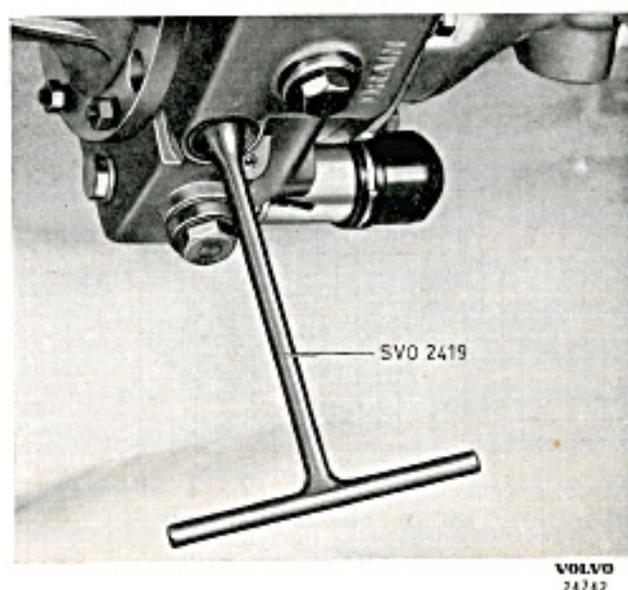
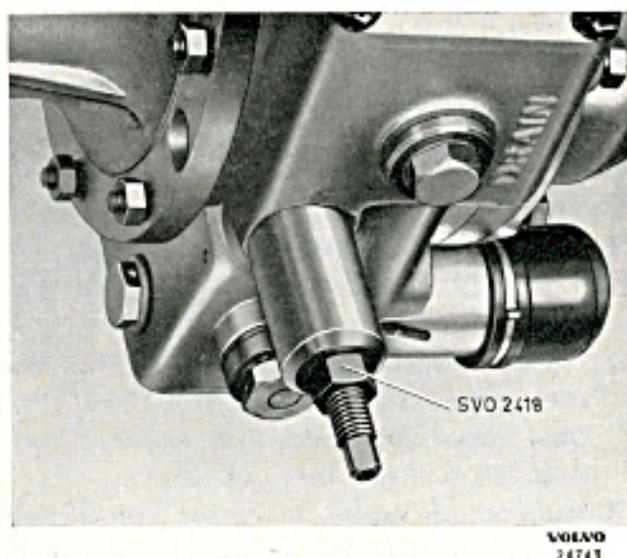

Bild 3-40. Demontering av ventilsäte, oljepump
Bild 3-41. Demontering av oljepump
2. Lossa proppen och tag ut fjäder (8) och kula (6). Lossa ventilsätet (7) med nyckel SVO 2419, se bild 3-40. Rengör och kontrollera delarna.
SVO 2418 på ventilsätets plats och drag ut pumpen, se bild 3-41.
8. Tag bort propparna och tag ut delarna för manöverventil, reduceringsventil och utloppsventilen för pumpen. Tag bort låsskruven och tag ut oljepumpen. Om pumpen sitter hårt fast, demonteras ventilsätet med nyckel SVO 2419, se bild 3-40. Därefter drages pumpen ut med avdragare SVO 2418, se bild 3-41.